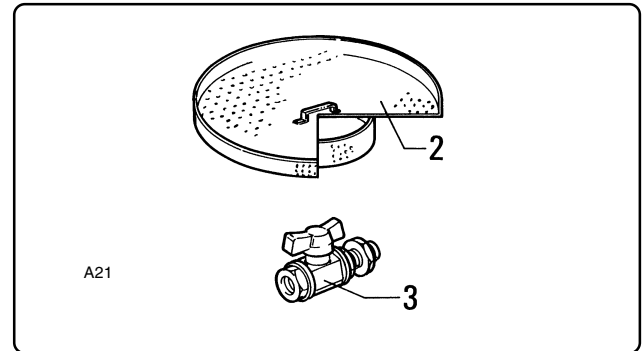

Fig. 6.10.2
**6.10.2- Griglia di decantazione (fig. 6.10.2)**
**6.10.2 - Retention plate (fig. 6.10.2)**
**6.10.2- Grille de décantation (fig. 6.10.2)**
**6.10.2- Dekantierungssieb (Abb. 6.10.2)**